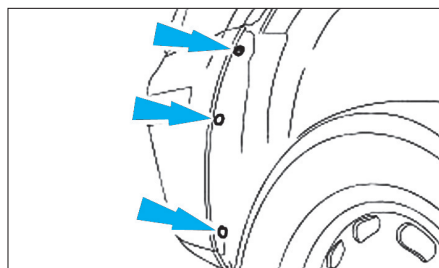

Fig. 76
- De chaque côté, déposer les vis du pare-boue (Fig.76).